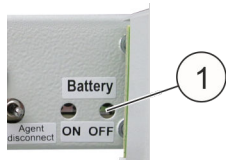

Abb. 83: Akku-Taster
4. Akku-Taster "Battery OFF" (Abb. 83/1) betätigen.